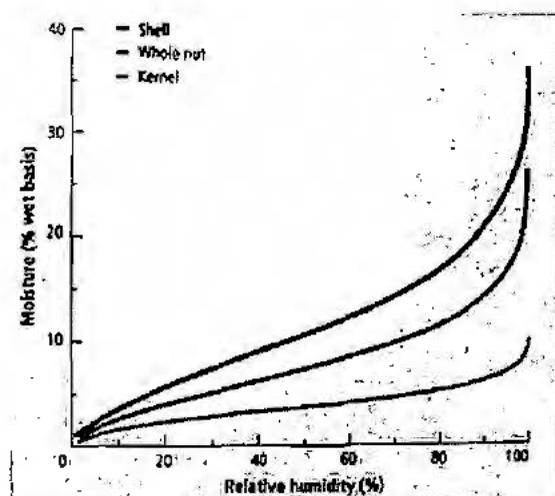

Figura 5. Curvas de humedad de equilibrio para nueces de Franquette a 22°C.
La humedad estable que alcanzan las nueces si son expuestas a una constante humedad relativa (HR) y temperatura del aire, se denomina contenido de humedad de equilibrio. La figura 5 grafica el contenido de humedad de equilibrio y su relación con la humedad relativa. Para nueces enteras el 8% de humedad corresponde a 60% de humedad